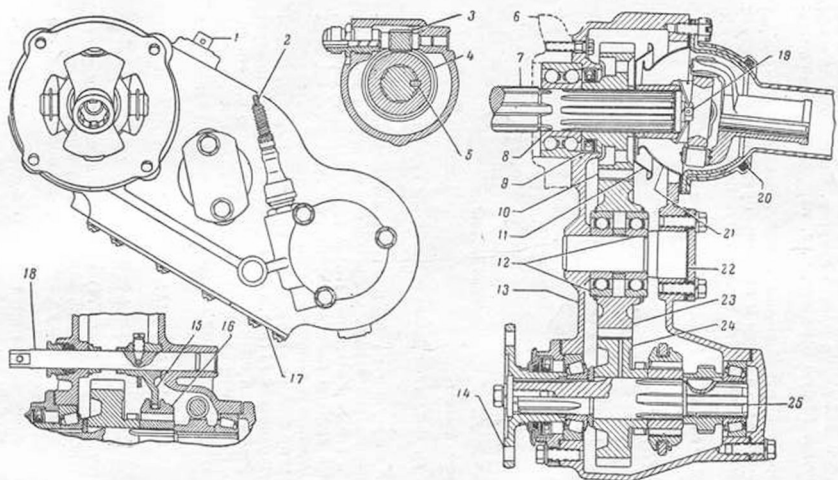

Рис. 74. Раздаточная коробка:
Для переключения передач служит рычаг 12 (рис. 74), установленный в сферическом гнезде крышки 16. Рычаг прижат к своему гнезду пружиной, опирающейся сверху на колпак 13. От поворачивания вокруг своей оси рычаг удерживается штифтом 10.
Раздаточная коробка (рис. 74) служит для передачи части мощности двигателя на передний ведущий мост при его включении через выведенный наружу фланец 14, к которому крепится передний карданный вал.
- 6) отвернуть болт 19 (рис. 74), снять кардан, маслоотражатели и ведущую шестерню;
Карданный шарнир снаружи закрыт тремя шаровыми чашками, крепящимися гайками и шпильками к картеру раздаточной коробки (рис. 74). Между картером раздаточной коробки и фланцем внутренней сферической чашки, а также между фланцами внутренней и наружной сферических чашек положены одинаковые бумажные прокладки. К средней чашке приварена труба, в которую вставляется конец кожуха карданного вала. Кожух может свободно перемещаться в трубе одновременно с карданным валом при прогибе рессор.